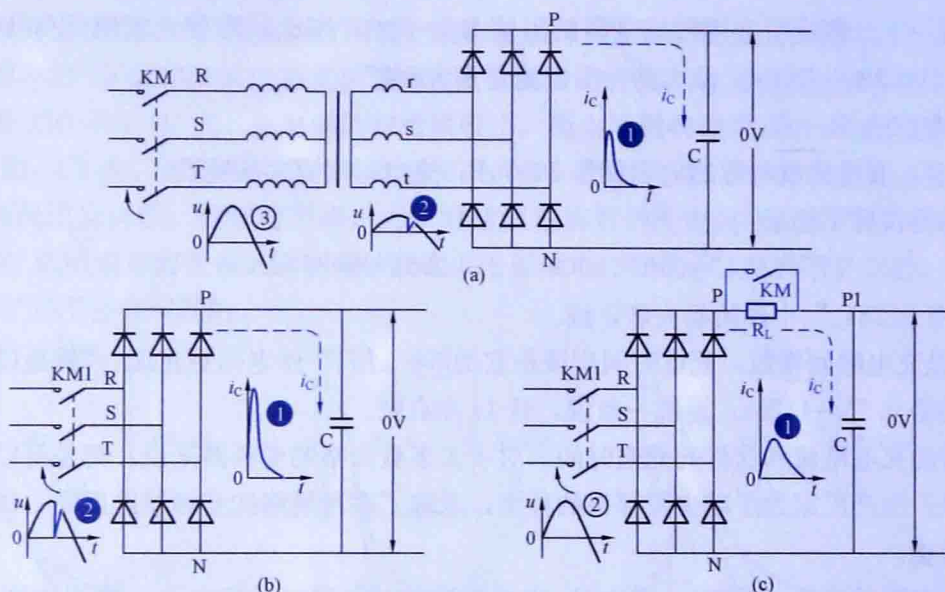

图 1-5 高、低压整流电路的区别
“就整流和滤波的基本过程而言，低压和高压是相同的。”张老师又画了个整流滤波电路，如图 1-5 所示，接着说：
第一个问题，是有很大的冲击电流，如图 1-5（a）中的曲线①所示，这有可能损坏整流管。
第二个问题，是进线处的电压将瞬间下降到 0V，如图 1-5（a）中的曲线②所示。
这两个特点，高、低压整流电路完全一样。但低压整流电路是要通过变压器来降压的。变压器的绕组是一个大电感，它犹如一个屏障，能对合闸时的冲击电流起到限制作用，如图 1-5（a）中的曲线①所示。而变频器的整流电路中，就没有这样的屏障，冲击电流就要严重得多，很容易损坏整流二极管，如图 1-5（b）中的曲线①所示。
至于进线侧的电压波形，在低压整流电路中，变压器的二次电压，一定会瞬间降到 0V 的，如图 1-5 (a) 中的曲线②所示。但反映到变压器的一次侧，这样的瞬间降压，就被缓冲了，如图 1-5 (a) 中的曲线③所示，对同一网络中的其他设备不构成干扰。